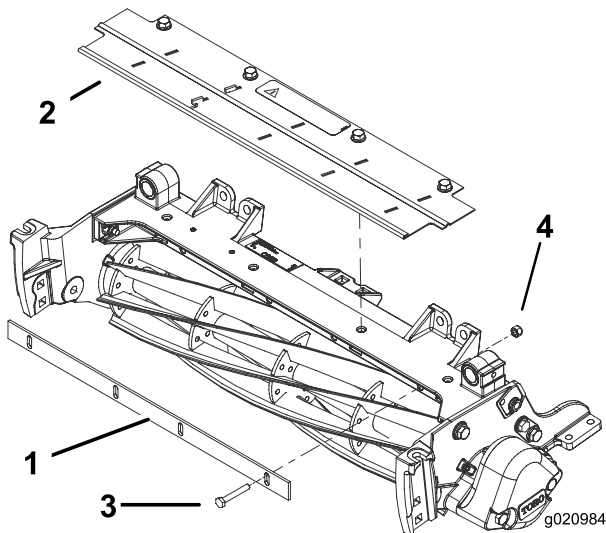

Bild 7
3. Ziehen Sie die Schrauben und Sicherungsmuttern an (Bild 7).
1. Befestigen Sie die Schnittleiste mit vier Schrauben (1/4" x 1-3/4") und vier Sicherungsmuttern (1/4") lose am Mähwerkrahmen (Bild 7).